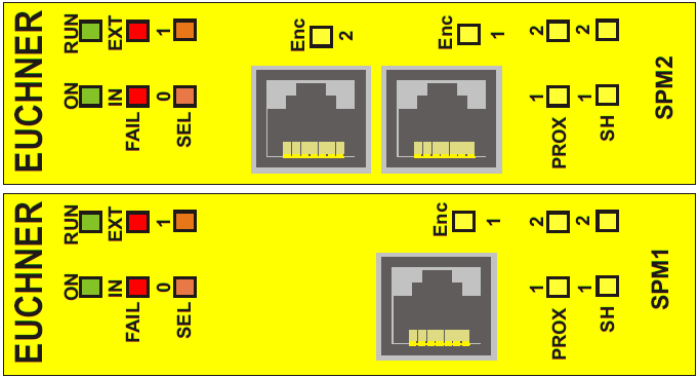

Fig. 29: Módulos de vigilancia de velocidad SPM1, SPM2
8.3.14. Módulos SPM0 – SPM1 – SPM2 (Fig. 29)